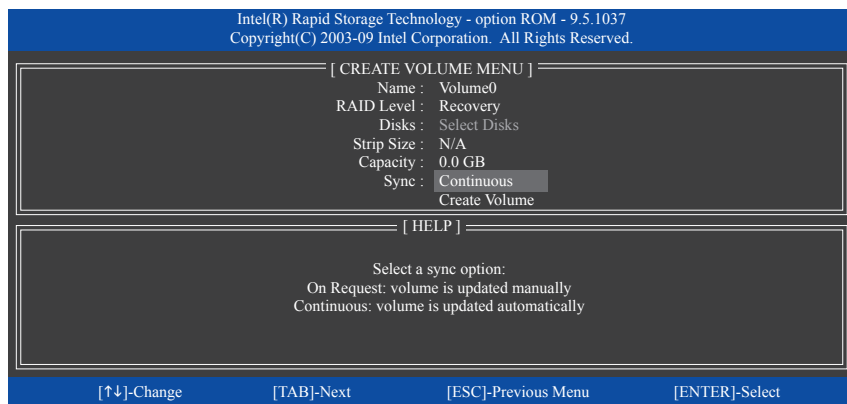

図11
**Sync (同期)** の下で、**Continuous (連続)** または **On Request (要求に応じて)** を選択します (図11)。**Continuous (連続)** に設定されているとき、両方のハードドライブがシステムに取り付けられていれば、マスタドライブのデータを変更するとその変更はリカバリドライブに自動的かつ連続してコピーされます。**On Request (要求に応じて)** では、オペレーティングシステムのIntel Rapid Storage Technologyを使用してマスタドライブからリカバリドライブに手でデータを更新できます。**On Request (要求に応じて)** では、マスタドライブを以前の状態に復元することもできます。